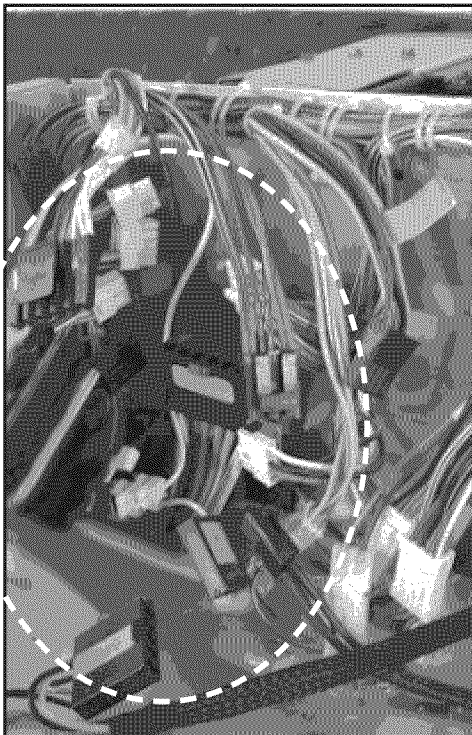

FIGURE 18
23. Débrancher les 4 connecteurs (2, 3, 5 et 6 broches - 1 de chaque) pour laisser un dégagement suffisant pour effectuer les connexions de la trousse de dépannage. Voir *Figure 18*.